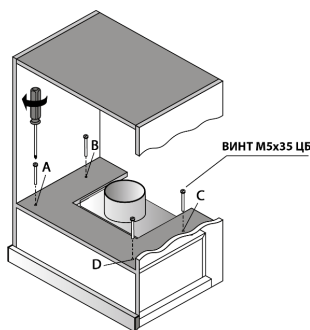

Рис. 5.1
6.6.1 Изготовьте бумажный шаблон с координатами отверстий CDEF (рис.4), приложите шаблон к полке мебельного гарнитура (рис. 5.1).